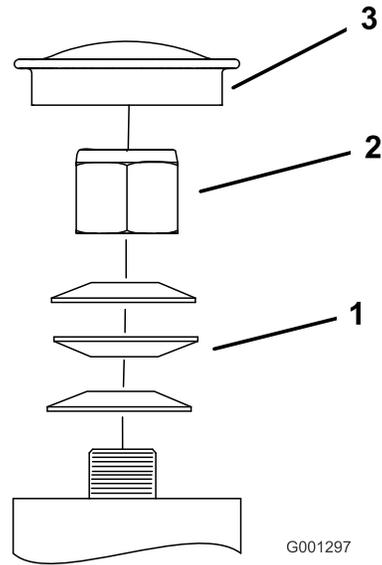

Figure 61
3. Retirez le capuchon antipoussière de la roue pivotante (Figure 61).
4. Continuez de serrer le contre-écrou jusqu'à ce que les rondelles élastiques soient aplaties, puis desserrez-le de 1/4 de tour pour obtenir la précharge correcte des roulements (Figure 61).
**Important:** Veillez à placer les rondelles élastiques comme montré à la Figure 61.
5. Reposez le couvre-moyeu (Figure 61).